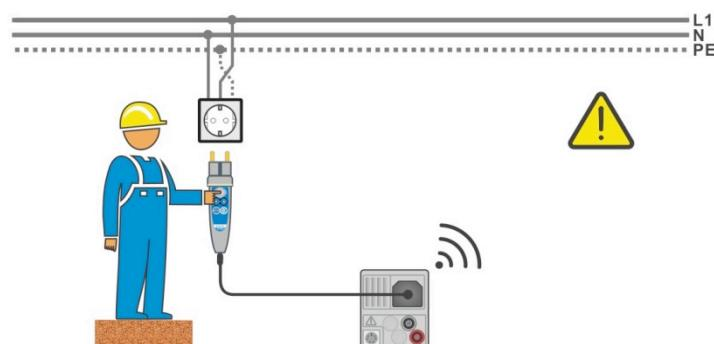
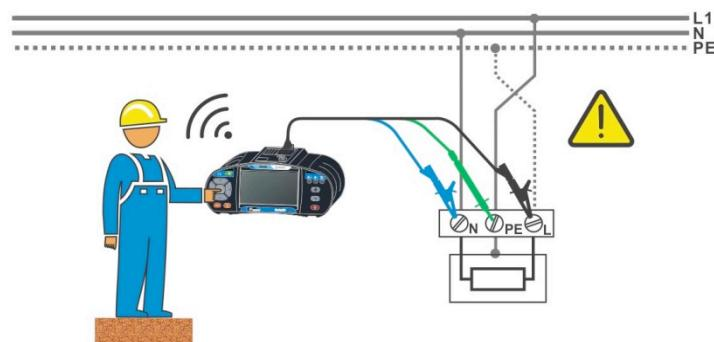

Рисунок 1.1: Перепутаны провода фазы и защитного заземления (L и РЕ) (щуп-вилка типа plug commander)
Рисунок 1.2: Перепутаны проводники фазы и защитного заземления (L и РЕ) (подключение 3-проводного измерительного кабеля)
- Подключите измерительные провода к испытываемому объекту, см. **Рисунок 1.1: Перепутаны провода фазы и защитного заземления (L и PE) (щуп-вилка типа plug commander)** и **Рисунок 1.2: Перепутаны проводники фазы и защитного заземления (L и PE) (подключение 3-проводного измерительного кабеля)**.